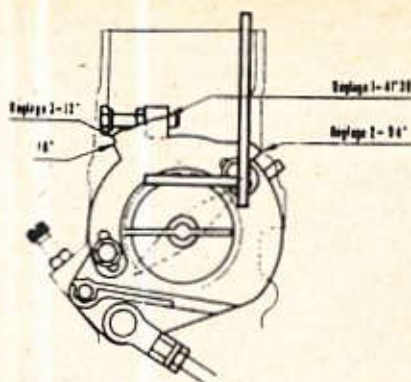

Fig. 9. — Mise en position du secteur
- Faire coïncider le repère milieu ($41^{\circ}30'$ du secteur) avec la face avant du bossage du corps-papillon (fig. 9).